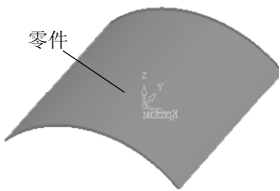

图 2-193 选择加工曲面
- 展开“零件”选项，单击“零件曲面”按钮，然后单击“选择”工具栏上的选择所有按钮，系统选中所有曲面；单击鼠标中键完成曲面选择，返回程序对话框，如图 2-193 所示。